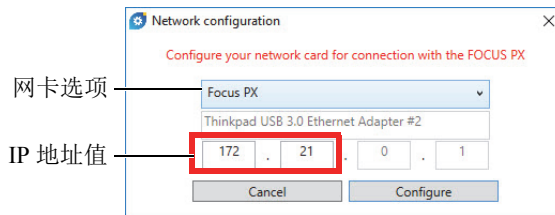

图 5-3 选择要配置的网卡
- 在 **Network Configuration**（网络配置）对话框中，选择用于 FOCUS PX 通讯的网卡（参见第 20 页的图 5-3）。